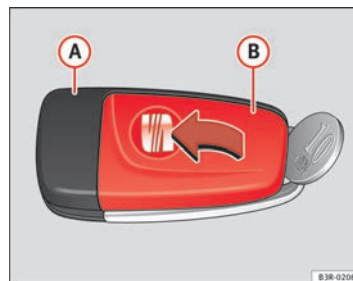

Abb. 69 Hauptschlüssel: Deckel öffnen
- Schlüsselteil ⇒ Abb. 69 A und Deckel B mit einer Münze **vorsichtig** auseinander hebeln.